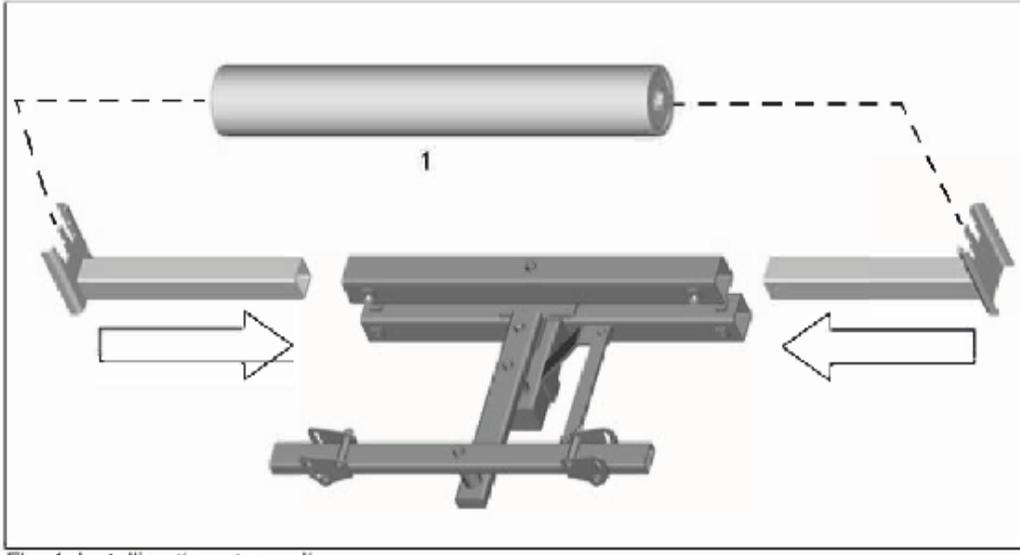

Fig. 1: Instalación del rodillo de retorno
1. Retire el rodillo de retorno existente (1, Fig. 1) y consérvelo. El rodillo es necesario para la instalación posterior.
2. Instale el rodillo de retorno que se ha retirado en la construcción del soporte del alineador inferior (Fig. 1).